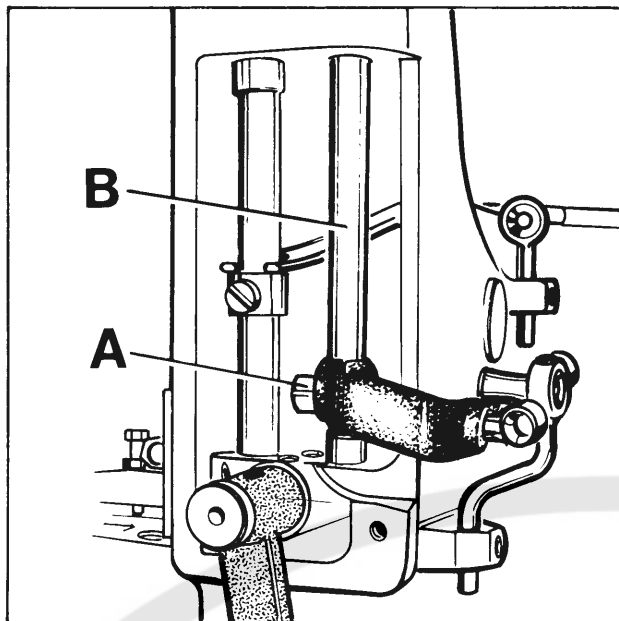

Fig. 10
Rotate handwheel in operating direction until the point of lower looper (A, Fig. 9) or the point of lower spreader (A, Fig. 9 A) projects 3 mm (1/8 in.) on styles 81500A, B, B1H, B2, BA, BA1H, BA2 and 81500C resp. 1 to 1,5 mm (.040 to .060 in.) on style 81500E to the right from the right side of the needle. Lower edge of looper/ spreader and upper edge of needle eye must be flush in this position. If an adjustment is necessary loosen clamp screw (A, Fig. 10) in the needle bar connection and move the needle bar (B) up or down, as required. Care should be taken not to disturb the alignment of the needle bar when making this adjustment. Retighten clamp screw.
De ser necesario algún ajuste adicional, suelte el tornillo sujetador (A, Fig. 10) en la conexión de la barra de aguja y mueva la barra de aguja (B) hacia arriba o hacia abajo, como sea necesario. Tenga mucho cuidado de no descuadrar la alineación de la barra de aguja mientras efectúe este ajuste. Apriete de nuevo el tornillo sujetador.